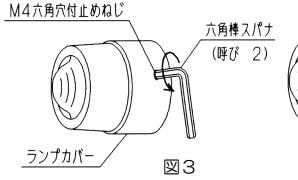

図3
① ランプカバーの M4 六角穴付止めねじを付属の六角棒スパナ（呼び 2）で 2 回転以上緩めてからランプカバーを反時計回りに回して外してください。（図 3～4）
② LED 球は、押しながら左へ回して取り外し、同じ形番の新しい LED 球を押しながら右に回して取り付けてください。弊社では「ランプ交換工具 形番 OR-55」を用意しています。コム製のスパナで電球の着脱が容易に行えます。
④ ニップルにグランドをねじ込み、パッキンを圧縮します。ケーブル径によって異なりますが、パッキン締付けの基準としては、パッキン内径とケーブル外径とが一致した点（ケーブルを軽く引っ張り、ケーブルが動かない点）から、さらに 2 回転グランドをねじ込んでください。この時クランプ板が取り付けにくい位置にきた場合は、グランドをその位置から ± 1/3 回転の範囲で調整してください。そして、緩めておいたグランド緩み止めねじをねじ込んでください。（図 3）
⑤ クランプ板のねじを 2箇所ねじ止めしてケーブルを固定した後、最後にナットをニップルにねじ込んでください。